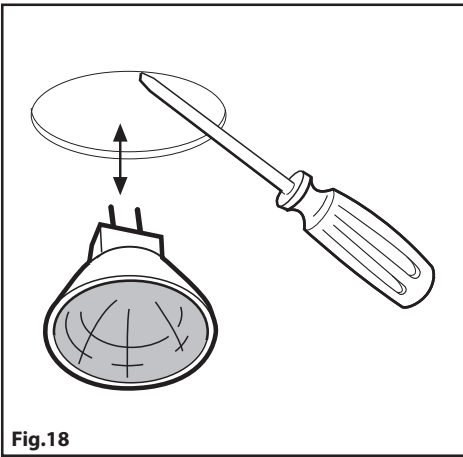
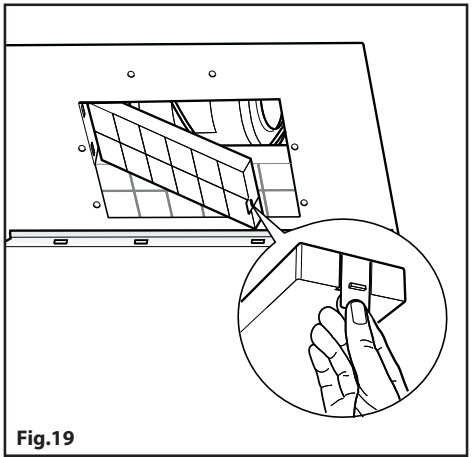

Fig.18
Fig.19
- **Versione filtrante:** Abbiamo disponibili due tipi diversi di Kit, uno con filtri a carbone a cassetta (Fig. 18) e l'altro con i filtri a carbone rigenerabili (lavabili). (Fig.19)
- Collegare il tubo flessibile al deflettore **M** e fissare la vite **I** come indicato in (Fig.8), i filtri al carbone attivo devono essere applicati al gruppo aspirante posto all'interno della cappa (Fig.18).